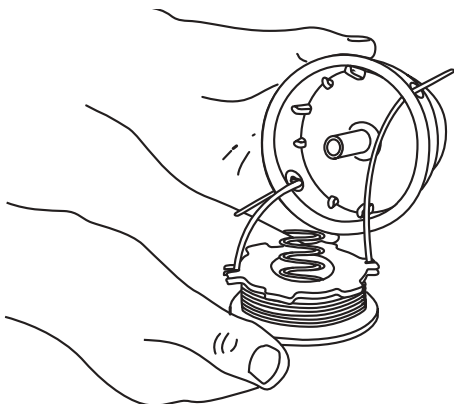

Fig. 20
5. Inserte los extremos de la línea en los ojalillos de la bobina exterior (Fig. 20).